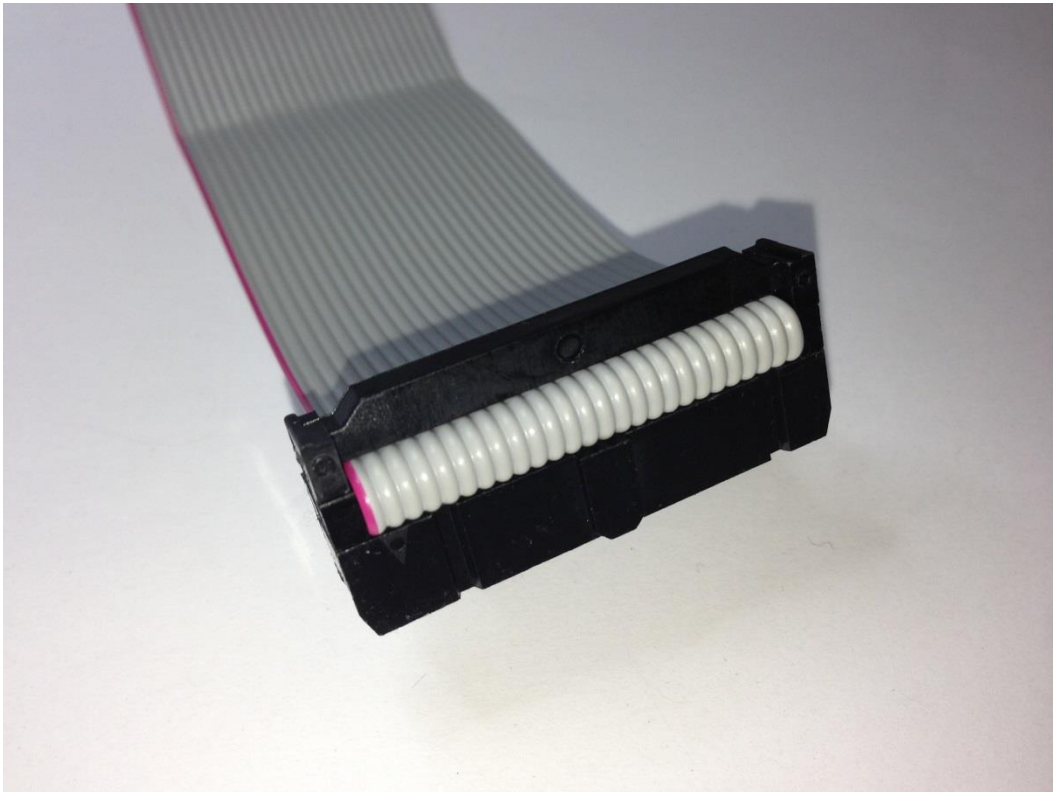

Bild 24
7.8. und den Bügel für die Zugentlastung aufklipsen (Bild 24).